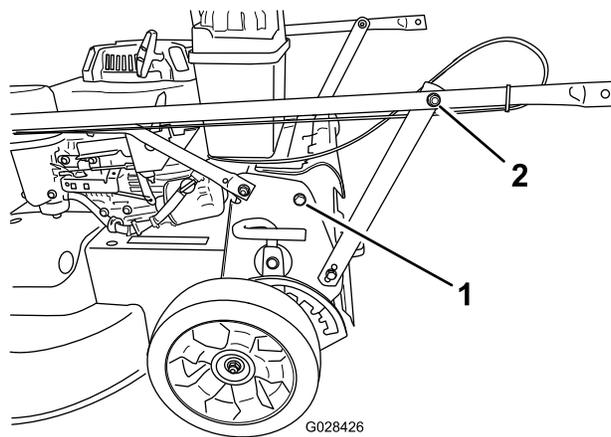

Figura 3
1. Retire os dois parafusos da estrutura da máquina no local mostrado na Figura 3.